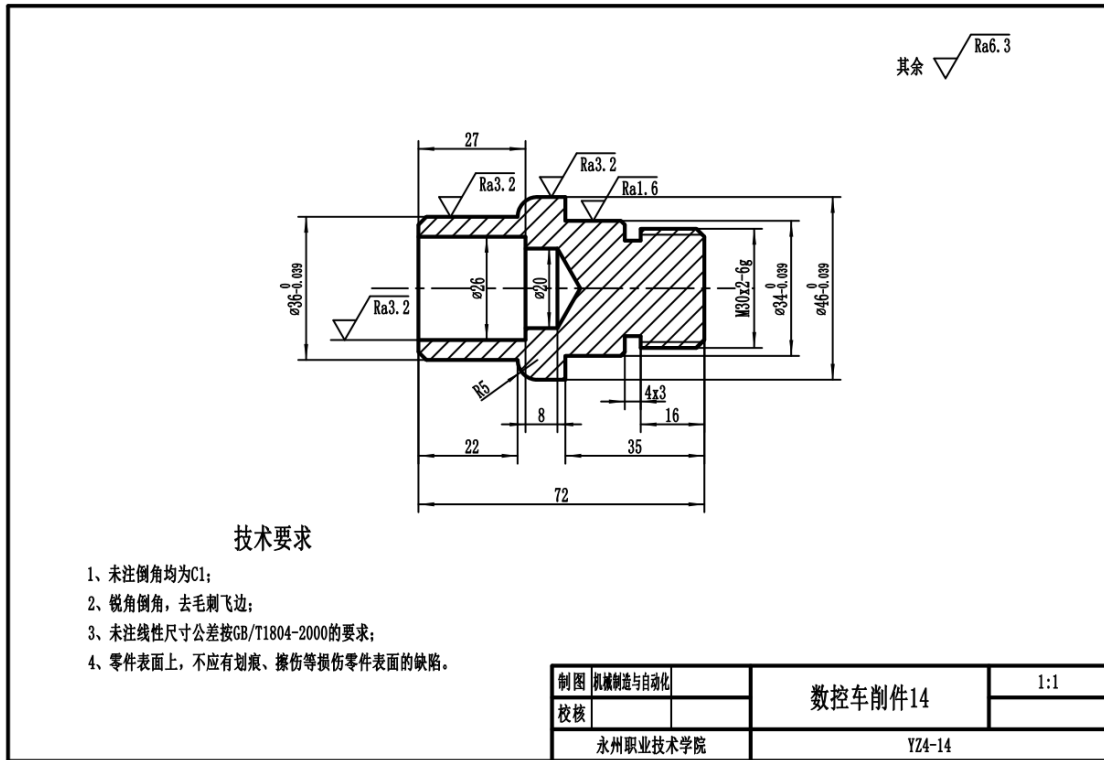

图 4-14 数控车零件 14
**任务 1:** 要求学生能按照相应的生产流程和作业标准完成图 4-14 零件的工艺编制, 并满足零件图的质量要求, 能正确填写相关工艺文件。
**任务 2:** 要求学生按照相应的生产流程和作业标准完成图 4-14 零件的加工, 并满足零件图的质量要求。毛坯尺寸:  $\phi 50 \times 75$  (单位 mm), 材料: 2A12 棒材, 毛坯要求预钻  $\phi 20$  的通孔。